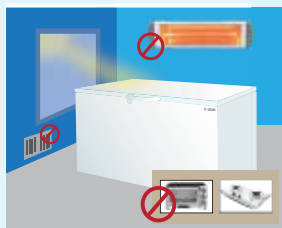

IMAGEN 1
- No ponga su congelador en un lugar donde lleva la luz solar directa o una cocina, calentador, horno, estufa, y las fuentes de calor radiante infrarrojo. De lo contrario, puede causar a disminuir el rendimiento de su congelador, los daños y la destrucción de su producto. (Imagen 1)